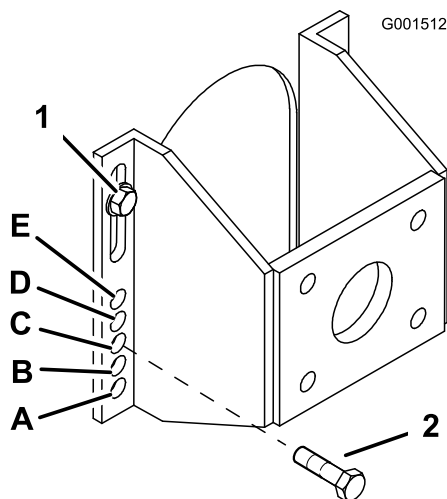

Figure 19
5. Desserrez, mais n'enlevez pas, les 2 boulons d'essieu supérieurs (Figure 19).
6. Enlevez les 2 boulons d'essieu inférieurs (Figure 19).
7. Élevez ou abaissez le support de fixation pour insérer les 2 boulons de réglage d'essieu dans le trou voulu (Figure 19). Vous pouvez utiliser un pointeau conique pour faciliter l'alignement des trous.